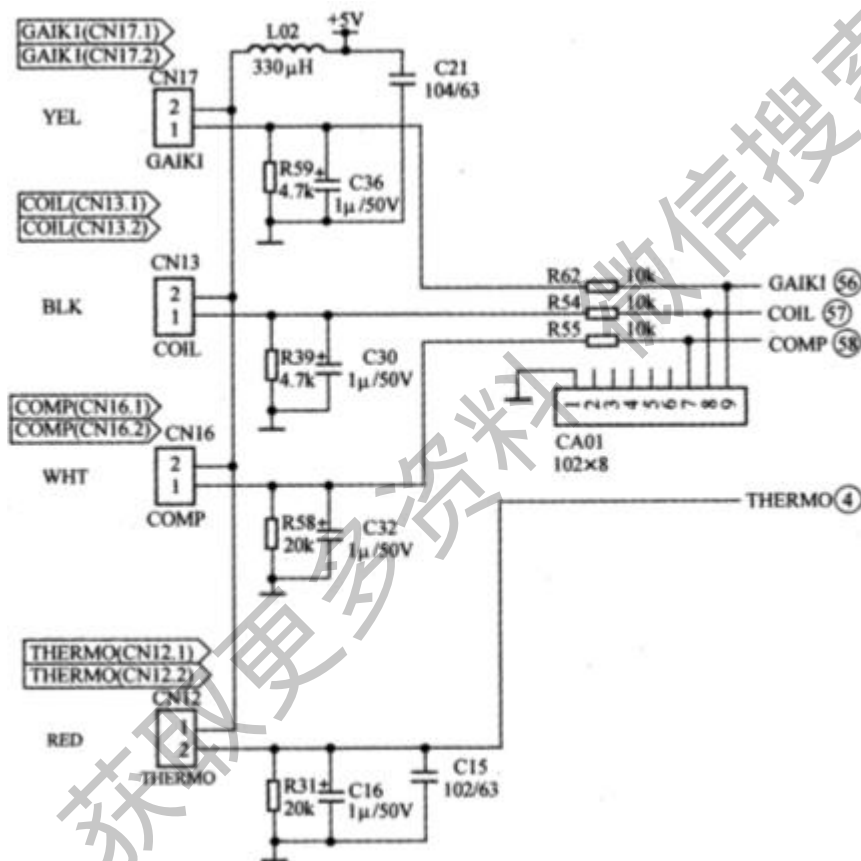

图 2-22 温度传感器电路原理图
感器的感应，将不同点的温度转换成电信号，传递主芯芯片的处理，再输出相应的控制信号至执行电路。的原理如图 2-22 所示，传感器电路经电阻 R59、R39、R58、C30、C32、C16 滤波之后输入到芯片相应的管脚 (56) 脚、脚，进行模拟量到数字量的转换。